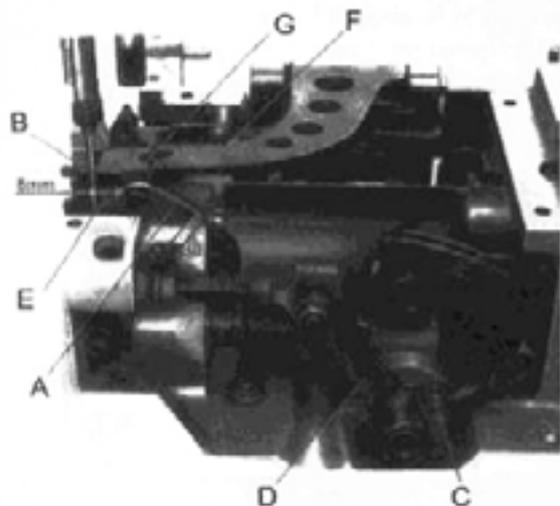

Fig. 5
Уберите прижимную лапку, игольную пластину и зубчатую рейку, а также предохранитель иглы для свободного доступа к машине. Открутите винт (G, рис.5) в подающем механизме (F) и сдвиньте предохранитель иглы подающего механизма (E) назад для избегания его контакта с иглой (B).
Установите петлитель (A, рис.5) так, чтобы расстояние от центра иглы (B) к петлителю (A) равнялось 8 мм (5/16"), когда петлитель находится в самой верхней правой позиции.
Покрутите маховое колесо в рабочем направлении так, чтобы петлитель (A рис.5) передвинулся справа налево. Конец петлителя должен проходить как можно ближе к задней стороне иглы неконтактируя с ним, с зазором от 0.08 до 0.13 мм. Для регулировки открутите винты (D рис.4) в вилке эксцентрика петлителя (C) и поверните качающийся вал петлителя (E) на шатуне петлителя вперёд или назад для регулировки. Закрутите винт (D).
14. ИЗМЕНЕНИЕ ДЛИНЫ СТЕЖКА (РИС.5)
Покрутите маховое колесо до тех пор, пока предохранитель не будет напротив иглы. Открутите винт (G, рис.5) в подающем механизме (F) и установите соответствующе предохранитель иглы (E). Закрутите винт (G).